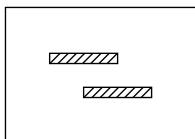

图 52
(1) 水平斜视
如果被测者无老花，将远点斜视检查的结果设置在光路中。如果被测者有老花，将结果放在近点测试上。将近视标盘设置为 40cm。旋转辅助镜片旋钮⑪，将右眼设置为 6 △ U，以使字母行充分分开。如果被测者有水平斜视时，如图 52 所示。转动旋转棱镜⑫到另一眼，0 位向上（图 54）。转动棱镜旋转钮⑪使左右眼无区别（图 53），此时的旋转棱镜值为棱镜度数。